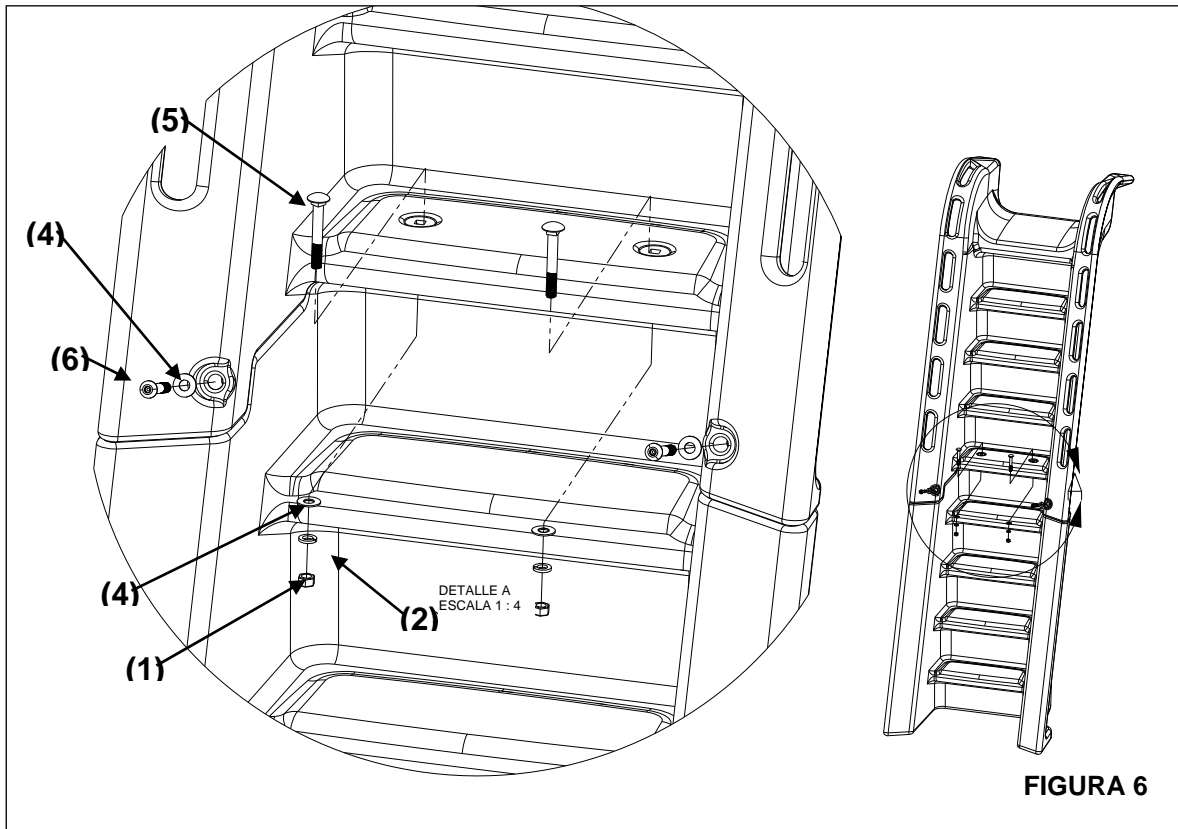

FIGURA 6
- 5) Una la sección superior de la escalera a la sección inferior de la escalera, como se muestra en la Figura 6. Atornille los dos tornillos de cabeza semiesférica en los insertos roscados, como se muestra en la Figura 6. **En este momento, aún no apriete completamente los tornillos; simplemente comience a atornillarlos en los insertos roscados. Nota: no olvide aplicar lubricante anti-atascamiento a todos los espárragos para evitar corrosión por frotamiento.**
- 7) Coloque los dos tornillos de cabeza de hongo en los escalones, como se muestra en la Figura 6. Apriete las tuercas de los pernos de cabeza de hongo hasta que las arandelas de presión estén completamente comprimidas. **Nota: no olvide aplicar lubricante anti-atascamiento a todos los espárragos para evitar corrosión por frotamiento.**